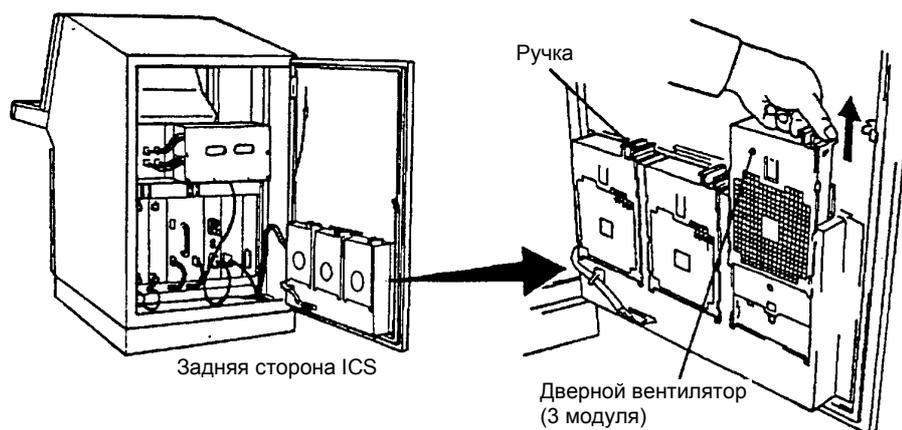

Рисунок 7.7 Замена дверного вентилятора
- ① Откройте заднюю дверь ICS.
- ② Два модуля гнездовых вентиляторов находятся над гнездом управления станции (ниже батарейной коробки). Возьмите большим и указательным пальцем за рукоятку, расположенную на передней части гнездового вентилятора и вытяните его в горизонтальной плоскости на себя (Рисунок 7.7).